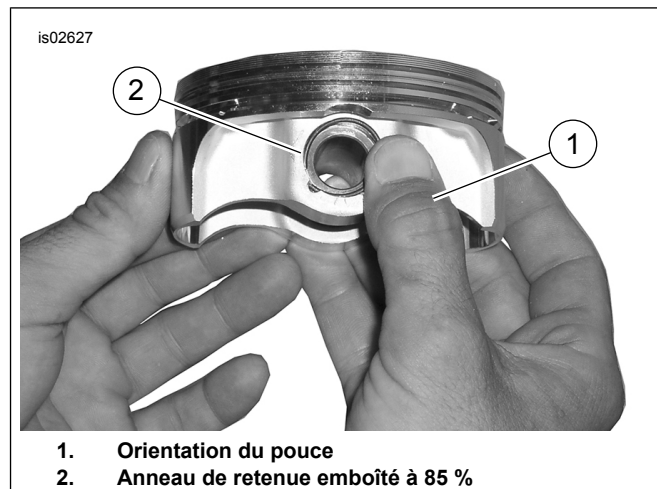

Figure 4. Installer l'anneau de retenue
- Voir Figure 4. Placer le pouce (1) comme illustré et appuyer fermement jusqu'à ce qu'environ 85 % de l'anneau de retenue (2) soit emboîté dans la rainure.